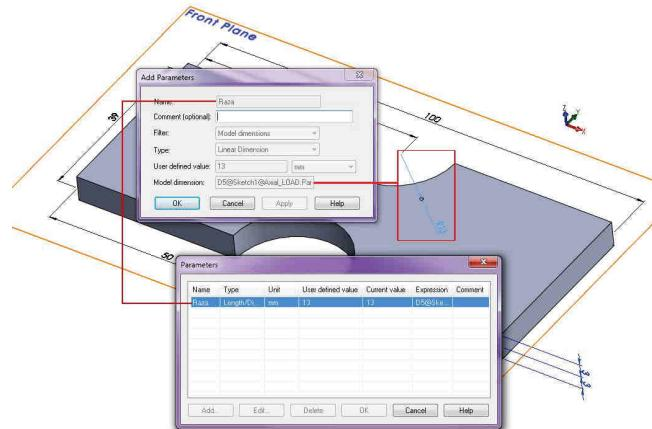

Fig. 10.13
- Click **Insert → Design Study → Parameters**; va fi afișată fereastra **Parameters**, fig. 10.13.
- Click butonul **Add**; va fi afișată fereastra **Add Parameters**, fig. 10.13.
- Click **Insert → Design Study → Parameters**; will be displayed the **Parameters** window, fig. 10.13.
- Click **Add Parameters**; will be displayed the **Add Parameters** window, fig. 10.13.